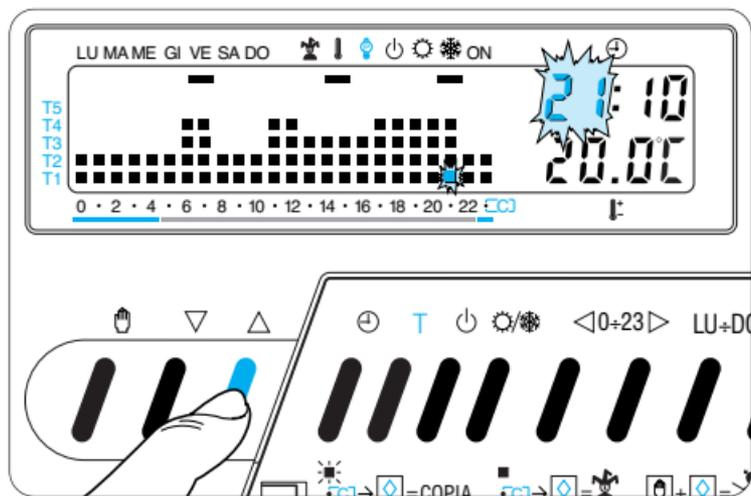

Fig. 21
**5.4** - Premere il pulsante ▽ (indietro) o △ (avanti) sino a che non si raggiunge l'ora esatta (fig. 21).